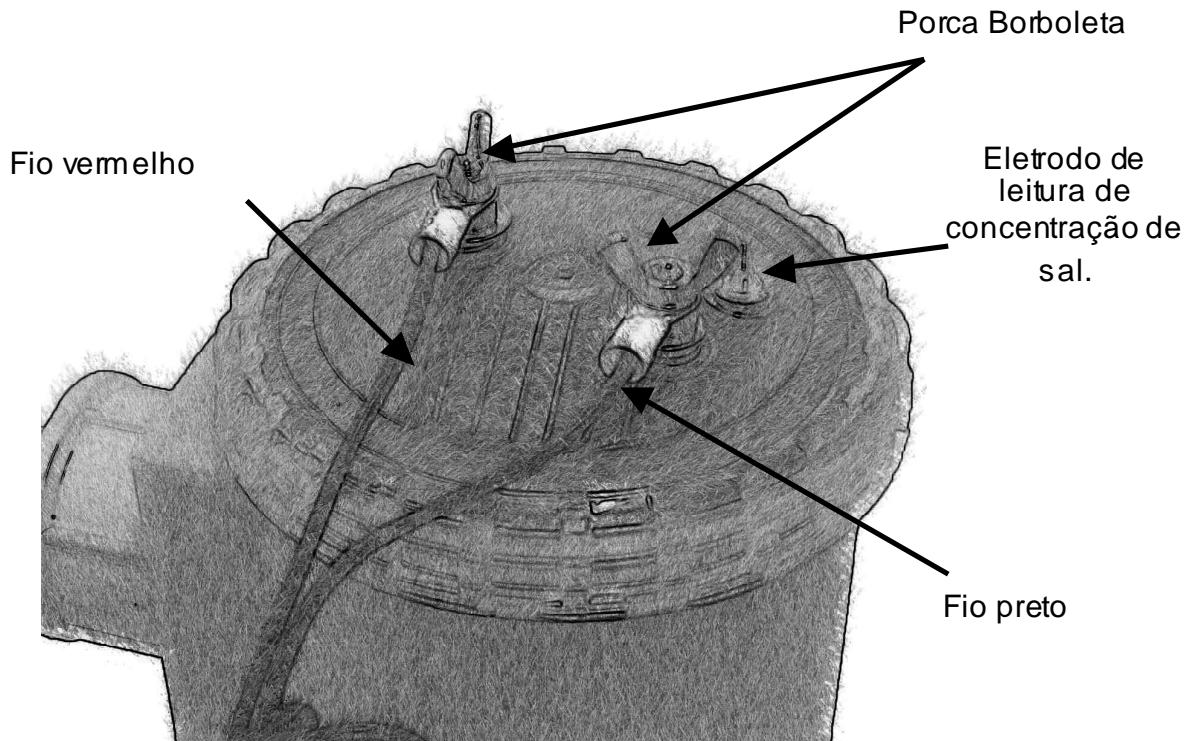

Figura 18
2. Ligue os dois fios (preto e vermelho) da caixa de controle nos dois pinos metálicos que se encontram na tampa superior da célula eletrolítica e aperte-os firmemente com a porca borboleta conforme indicado na **figura 18**. É de extrema importância que esse aperto seja feito de forma a não causar mau contato entre o fio e a porca borboleta, pois esse mal contato poderá ocasionar superaquecimento dos pinos e possivelmente ocasionar um curto-circuito. Esse aperto deverá ser feito manualmente (sem uso de ferramentas), pois caso se aplique um torque excessivamente alto, trincas poderão surgir na tampa superior (transparente).